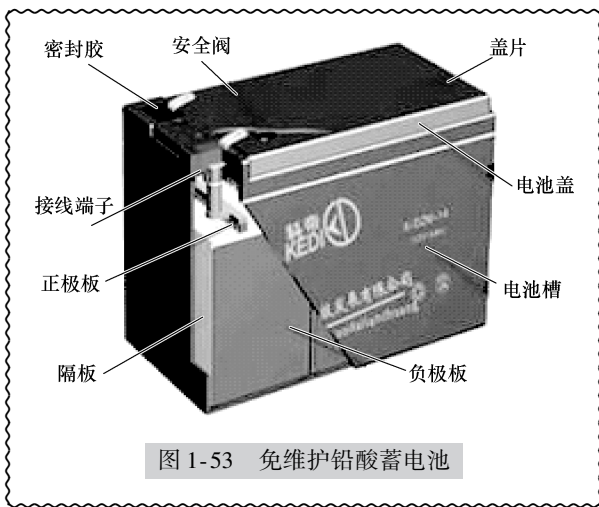

图 1-53 免维护铅酸蓄电池
(3) 免维护蓄电池 在使用期间不需要补加蒸馏水，电柱腐蚀较轻或没有腐蚀，自放电少，在工作或贮存时不需要进行补充充电。它由正负极板、隔板、壳体、电解液和接线桩头等部件组成，如图 1-53 所示。